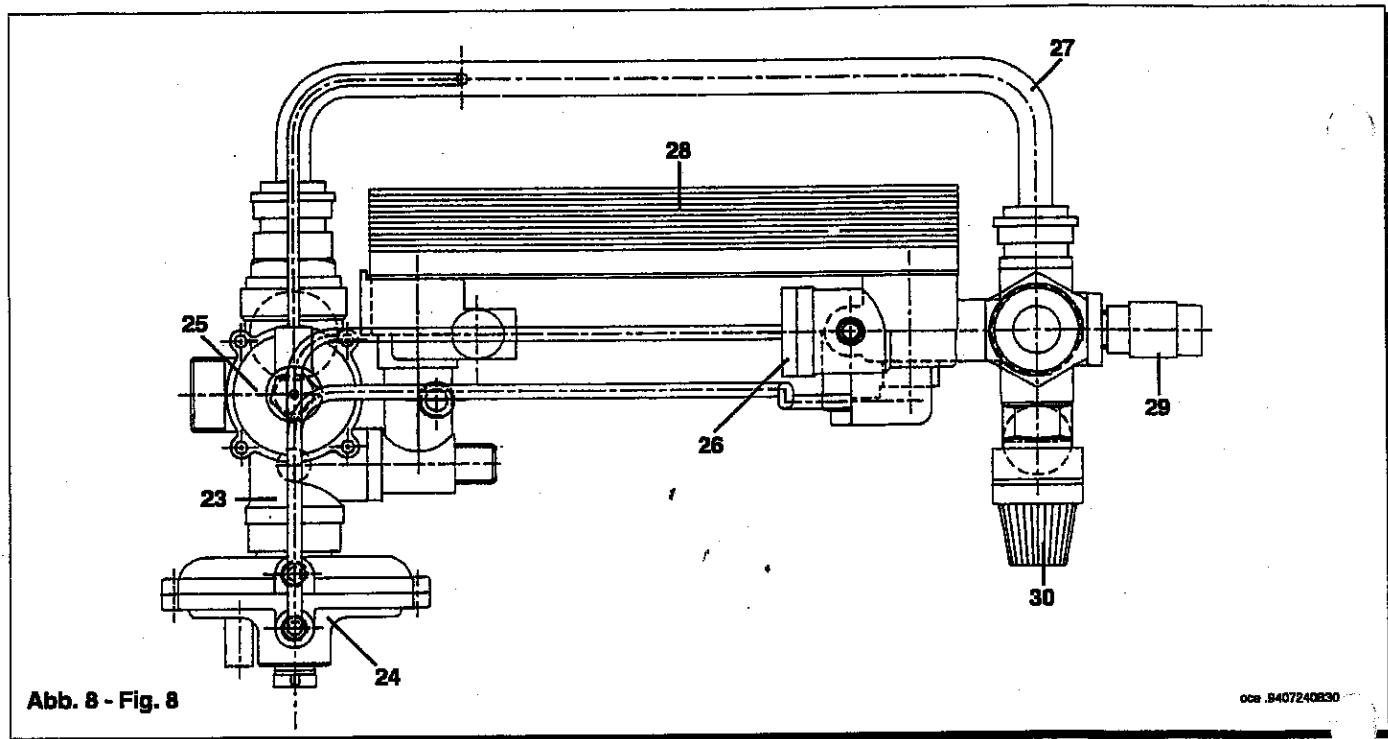

Abb. 8 - Fig. 8
- die Anlage, wenn möglich nur im Bereich des Heizkessels, mit Hilfe des eigens dazu bestimmten Abfluhahnes entleeren (29 Abb. 8 auf Seite 17);
- die kleinen Verbindungsleitungen (Abb. 8 auf Seite 17) zwischen dem Vorrangheißwasseraggregat (24) und dem Flusssensor (26) entfernen;